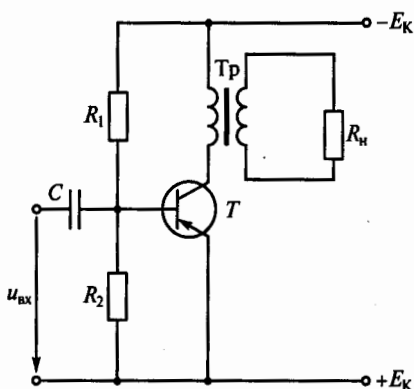

Рис. 204
**8.20.** На рис. 204 представлена схема однотактного транзисторного усилителя мощности с